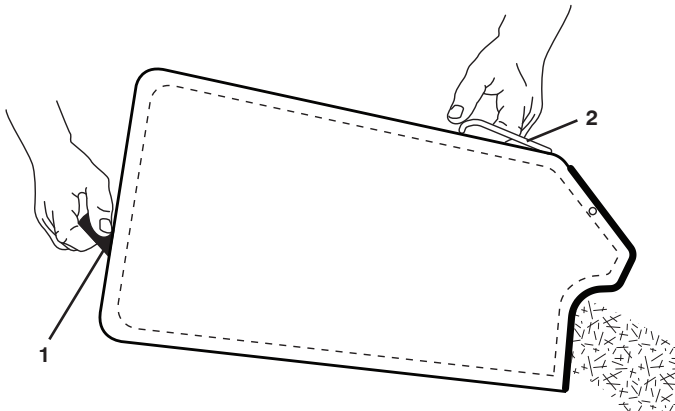

Figure 18
1. Soulevez le ramasse-herbe en utilisant la poignée du cadre (Figure 18).